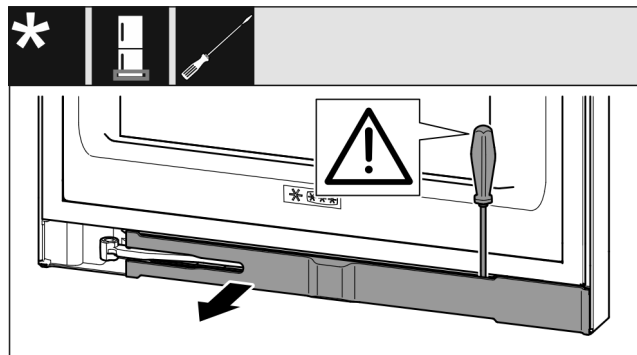

Fig. 13
- ▶ Ravnim odvijačem otkopčajte masku i zakrenite je u stranu Fig. 13 ().